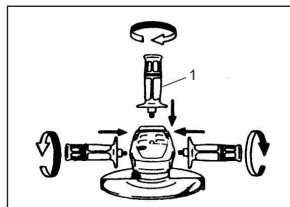

Рис.6
•Перед началом работы убедитесь, что вспомогательная рукоятка надежно установлена. Надежно прикрутите боковую рукоятку в положении инструмента, как показано на рис.6.